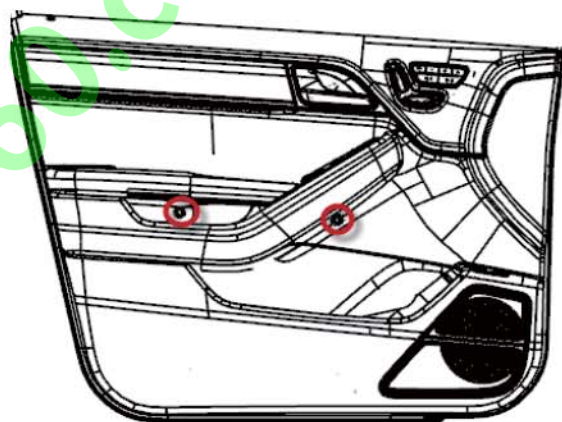

图8-1-4 左前门螺钉拆卸示意图
(2) 图8-1-4，用十字螺丝刀将图中圆圈处的螺钉拆下（2个）